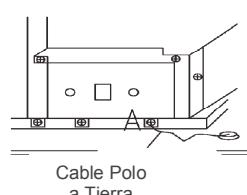

Fig. 1
- Tornillos A y B en la Fig. 1 son usados solamente para embalaje, y deben de ser removidos y descartados cuando el aire acondicionado es instalado.